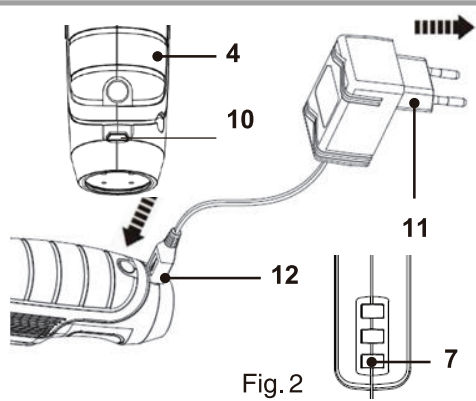

Fig. 2
- > Brancher la prise jack du chargeur [12] dans la prise de charge [10] située sur la poignée [4] (Fig. 2).